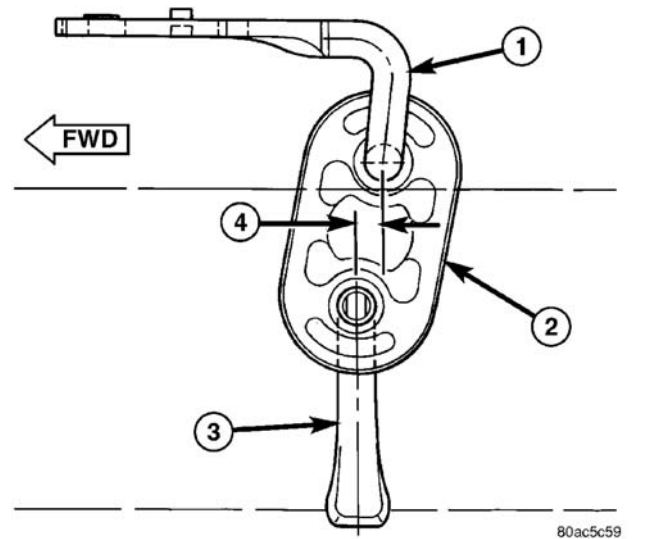

图 11 排气系统对准
- (4) 将消声器管插入催化转换器管，直至吊钩按（图 11）所示固定。